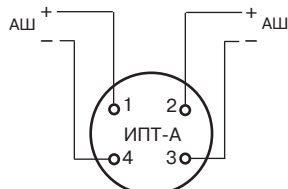

Рисунок 2 – Схема подключения извещателя
7.2.4 Произведите монтаж проводов АШ к клеммам контактов основания согласно схеме подключения (рисунок 2). Максимальная площадь поперечного сечения проводников – 0,75 мм².